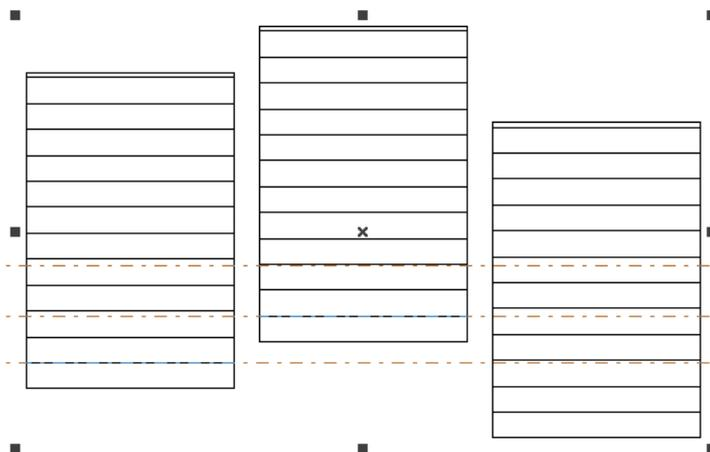

Fig 3-4(a) no haga clic en 'All Calc', la línea de sombreado no está en la misma línea
3. Resultado de marcado como sigue fig 3-4: